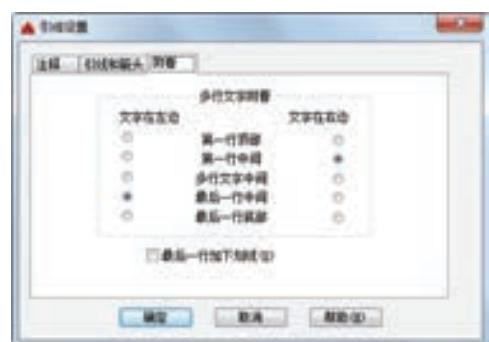

图 6-65 “引线设置”对话框的“附着”选项卡
3) “附着”选项卡（见图 6-65）：设置注释文本和指引线的相对位置。如果最后一段指引线指向右边，系统自动把注释文本放在右侧；反之放在左侧。利用该选项卡左侧和右侧的单选按钮，可分别设置位于左侧和右侧的注释文本与最后一段指引线的相对位置，二者可相同也可不相同。